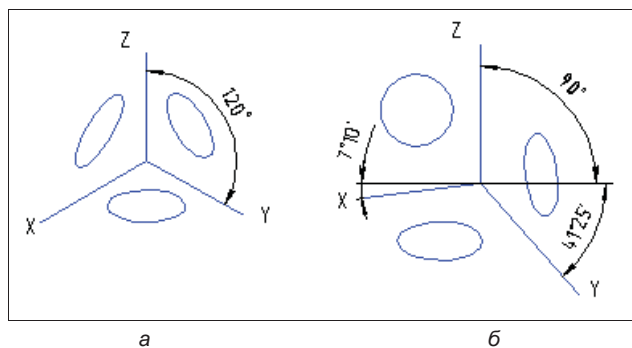
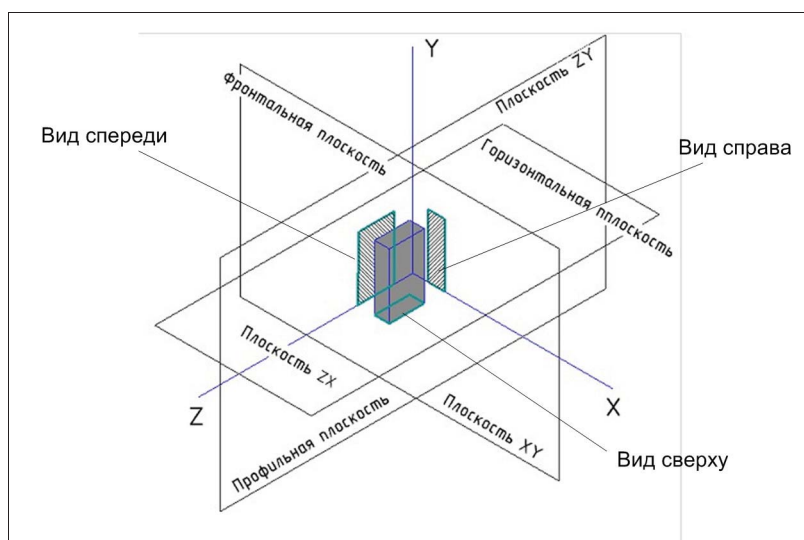

Рис. 19.1. Прямоугольная (а) и диметрическая (б) проекции
Рис. 19.2. Положение осей и плоскостей изометрической проекции
ческую проекции (рис. 19.1). Далее в книге построения выполнены только в прямоугольной изометрической проекции. Положение осей и плоскостей изометрической проекции показано на рис. 19.2.
- ♦ выбрать одну из **Плоскостей** (см. рис. 19.2), на которой необходимо создать **Эскиз** (например, прямоугольник) с помощью команд КОМПАС-График. **Эскиз** — это объект трехмерного моделирования, созданный на плоскости или плоской грани. Эскиз в большинстве случаев создается в одной из стандартных плоскостей проекции: **Плоскость ZX** (Вид спереди), **Плоскость ZY** (Вид сверху) и **Плоскость XY** (Вид справа). Это хорошо видно на рис. 19.2, где показаны три проекции параллелепипеда на эти плоскости.